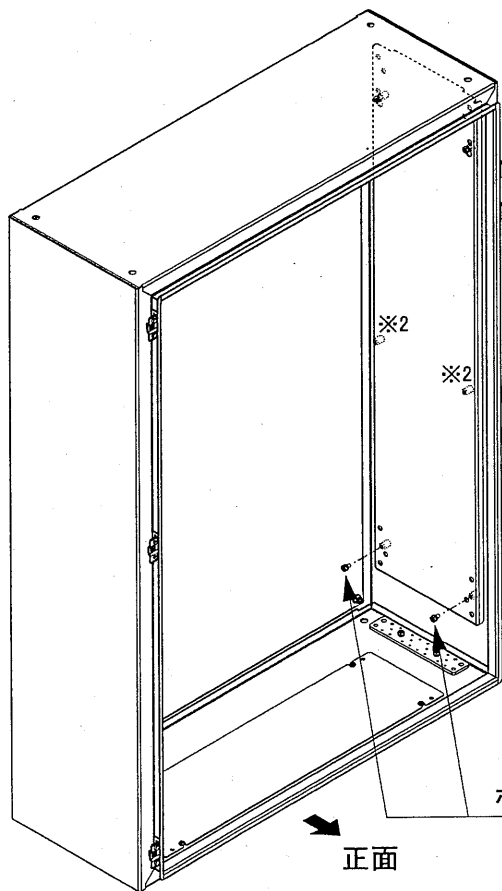

図4
(4) 残りの下側2箇所のボススタッドにボススタッドセットねじM6を仮止めします。(図4、5)